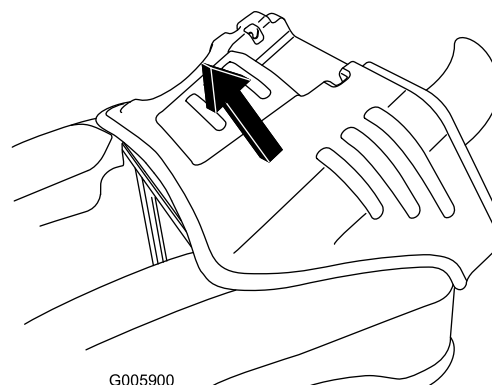

Bild 26
6. Fassen Sie die Motorhaube vorne und hinten an und heben Sie sie vom Rahmen ab (Bild 26).